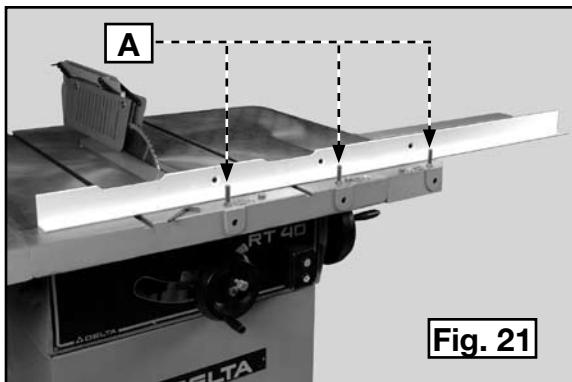
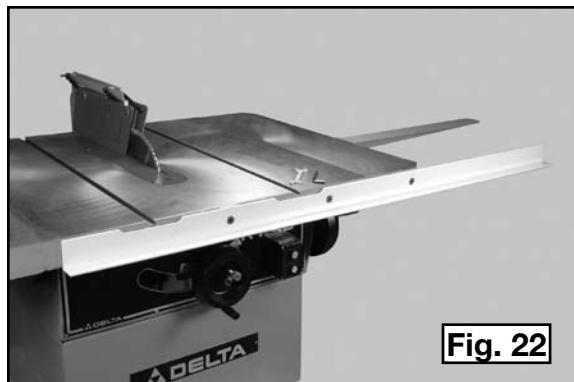

Fig. 21
Fig. 22
- Utiliser trois (3) boulons à tête plate de 1/2 po-13 X 2 po, des rondelles plates, des rondelles de blocage et des écrous hexagonaux (A) fig. 21, pour fixer le rail de guidage à l'avant de la table de scie (fig. 22). Visser lâchement avec la clé hexagonale fournie pour un réglage ultérieur.